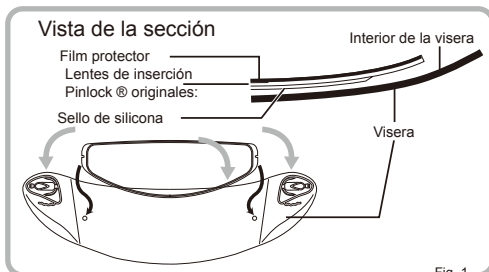

Fig. 1
- ① Aplique el lado de silicona de las lentes de inserción Pinlock® originales por la parte interior de la visera, sin pelar la película protectora de las lentes. Al mismo tiempo, aplique las lentes de inserción Pinlock® originales del interior de la visera pulsando los pasadores excéntricos. (Fig. 1 y 2)